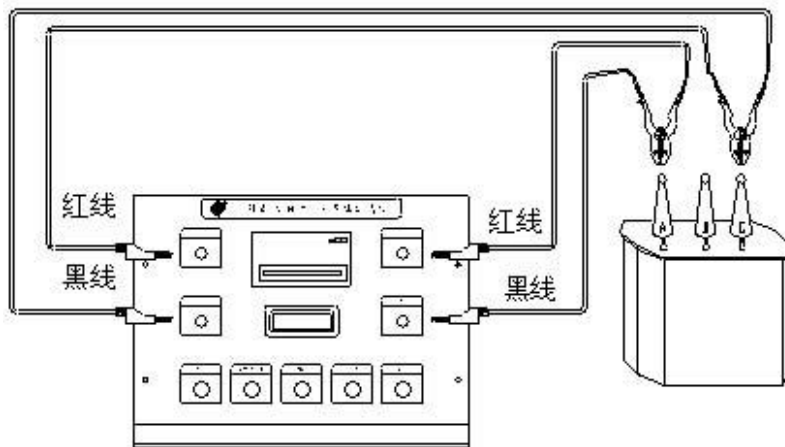
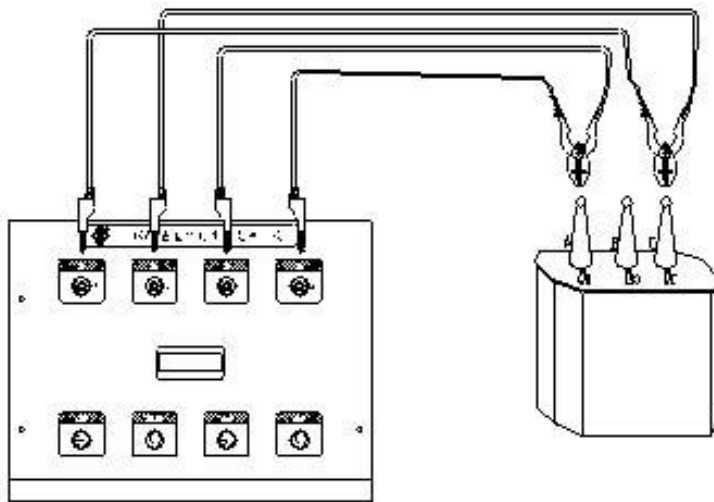

图 5 带打印机型 BKZ-E 测试线与仪器的接法
图 6 不带打印机型 BKZ-E 测试线与仪器的接法
- 3、仪器配备 4 根测试线，2 根粗线（红色）为电流线，2 根细线（黑色）为电压测试线。粗线一端分别接在两个红接柱上，细线一端分别接在黑接柱上。另一端分别接在测试钳的两片接触片上，测试被试品的接线示意图如图 5、图 6 所示：